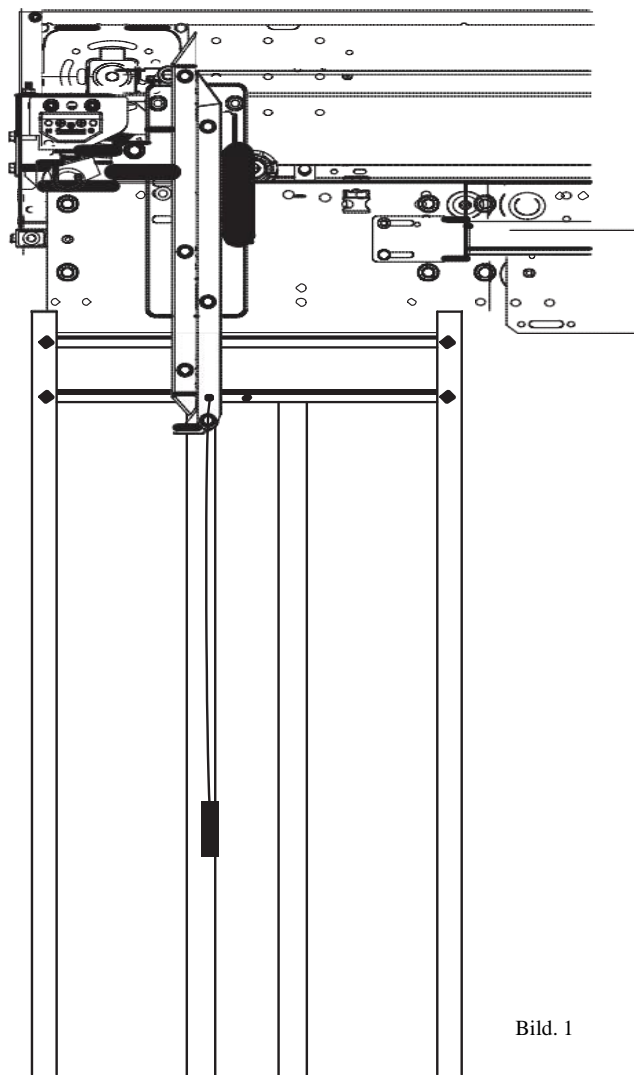

Bild. 1
1. Montera vajer vertikalt i rak linje med medbringaren. (Se Bild.1).